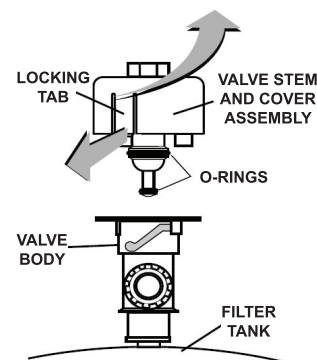

Figure 2
3. Terwijl de ontluichtingsklep op de filtertank is bevestigd, trekt u de sluitbuis naar buiten en verwijdert u de klepsteel en de afdekconstructie met een hefbeweging tegen de klok in (zie afb. 2).